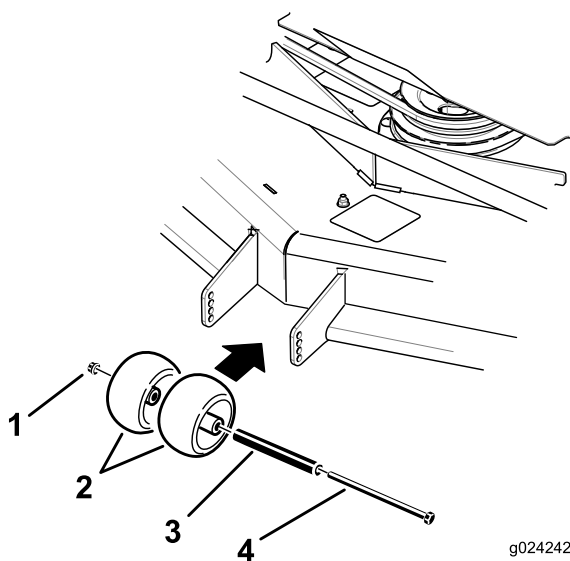
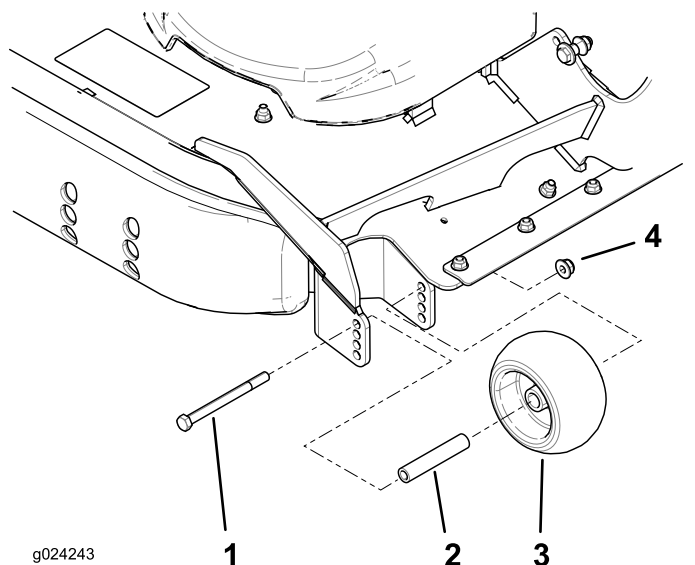

Bild 34
Bild 35
3. Stellen Sie die Antiskalpierrollen, wie in Bild 34 und Bild 35 abgebildet.